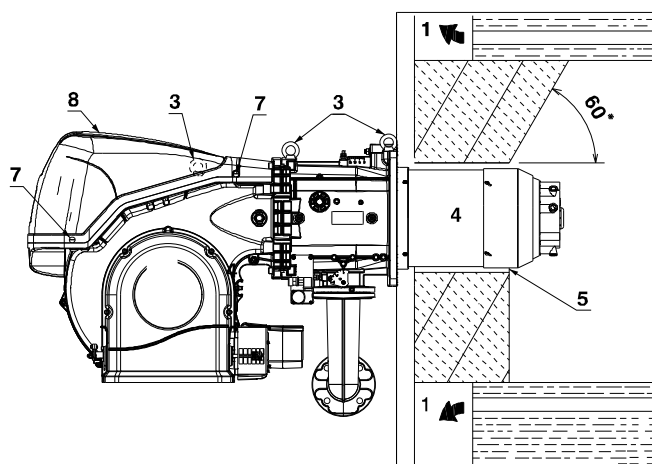

Fig. 15
Per le caldaie con giro dei fumi anteriore 1)(Fig. 15), o con camera ad inversione di fiamma, eseguire una protezione in materiale refrattario 5), tra refrattario caldaia 2) e boccaglio 4).
Predisporre un adeguato sistema di sollevamento agganciandosi agli anelli **3**)(Fig. 15), dopo aver tolto le viti **7**) di fissaggio del cofano **8**).
- Infilare la protezione termica data a corredo sul boccaglio **4**)(Fig. 15).